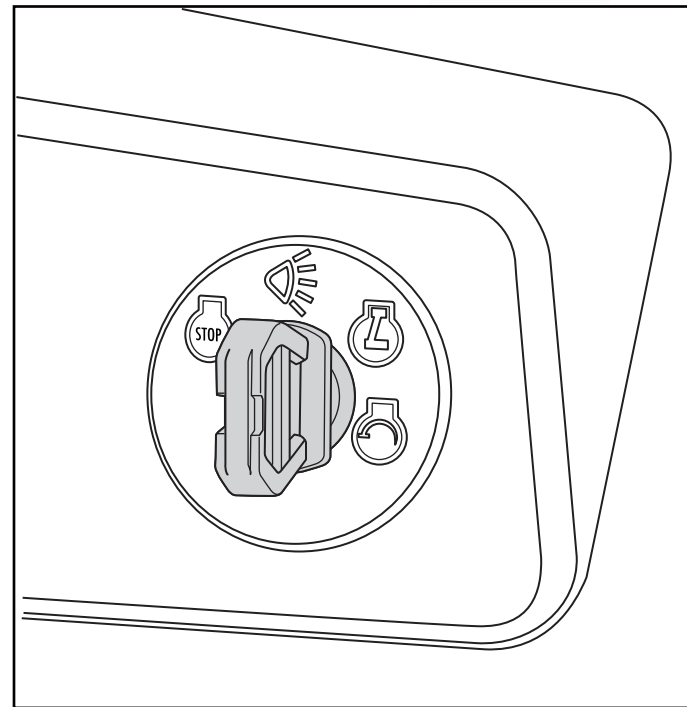

Fig. 16
1. Para encender los focos delanteros, gire la llave de la posición de AVANZAR a la posición de LUCES. (Fig. 16)